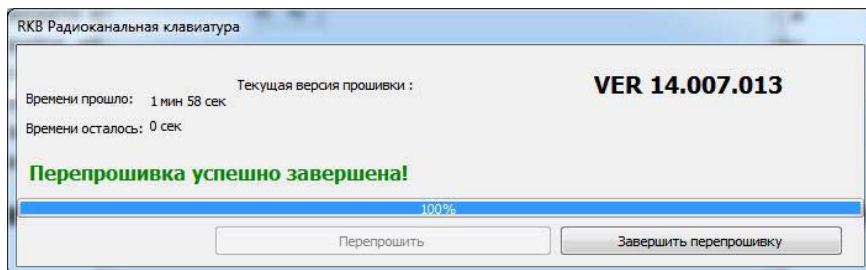

Рисунок 5. Завершение обновления ФПО
8. Дождитесь окончания процесса обновления и нажмите кнопку «Завершить перепрошивку» (рис. 5).